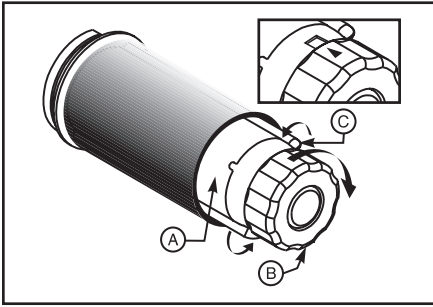

Figure 9
5. Avant d'enrouler le ruban autour de son mandrin récupérateur, assurez-vous que la flèche qui se trouve sur le bouton s'aligne sur l'encoche dentelée (voir encart, Figure 9).
Reportez-vous à la Figure 9.